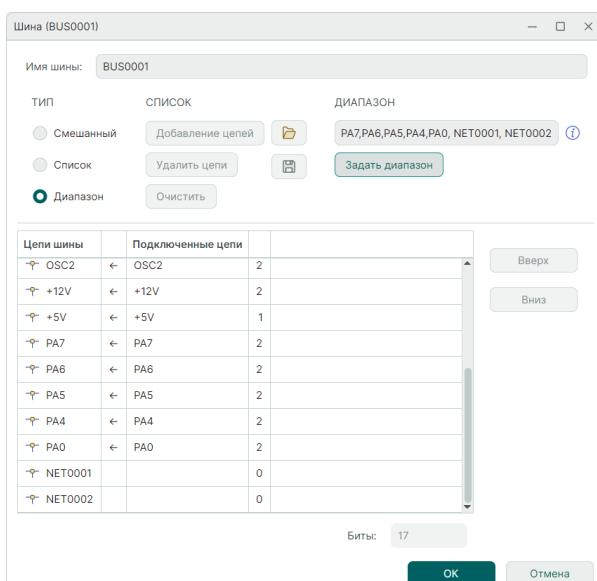

Рис. 174 Отображение списка созданных
4. Зафиксируйте список цепей, нажав кнопку «OK», см. Рис. 174.